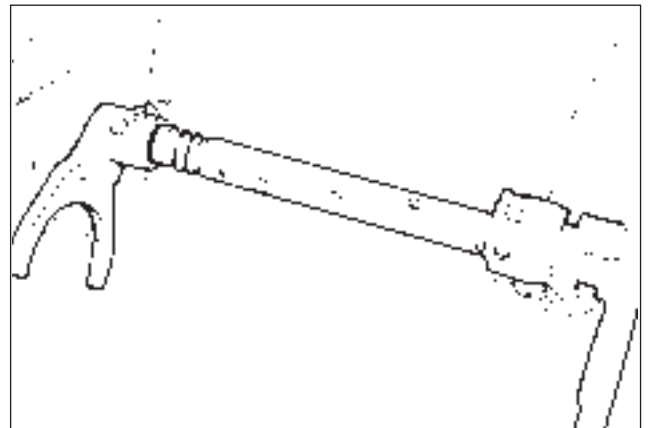

Fig. 28 - Dégager la fourchette de l'axe de commande de sélection des vitesses.
- Desserrer la vis CHc, (ou bien les deux vis CHc si le tracteur est équipé d'un mini réducteur), de retenue de la tige de commande des vitesses, (voir fig. 28 page 66).